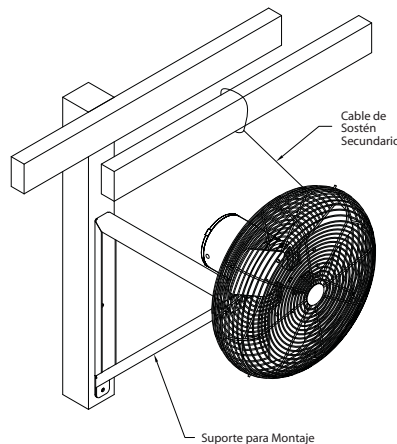

Figura 5 — Fijación del Cable al Apoyo más Cercano
4. Enrolle el otro extremo del cable alrededor de una viga, cercha u otro apoyo seguro del edificio cercano al ventilador, como se muestra en la Figura 5. Corte todo el cable que sobre. Si el ventilador pertenece a un modelo giratorio y se monta en la pared, deje suficiente cable de sobra para permitir el movimiento libre en un rango de movimientos.